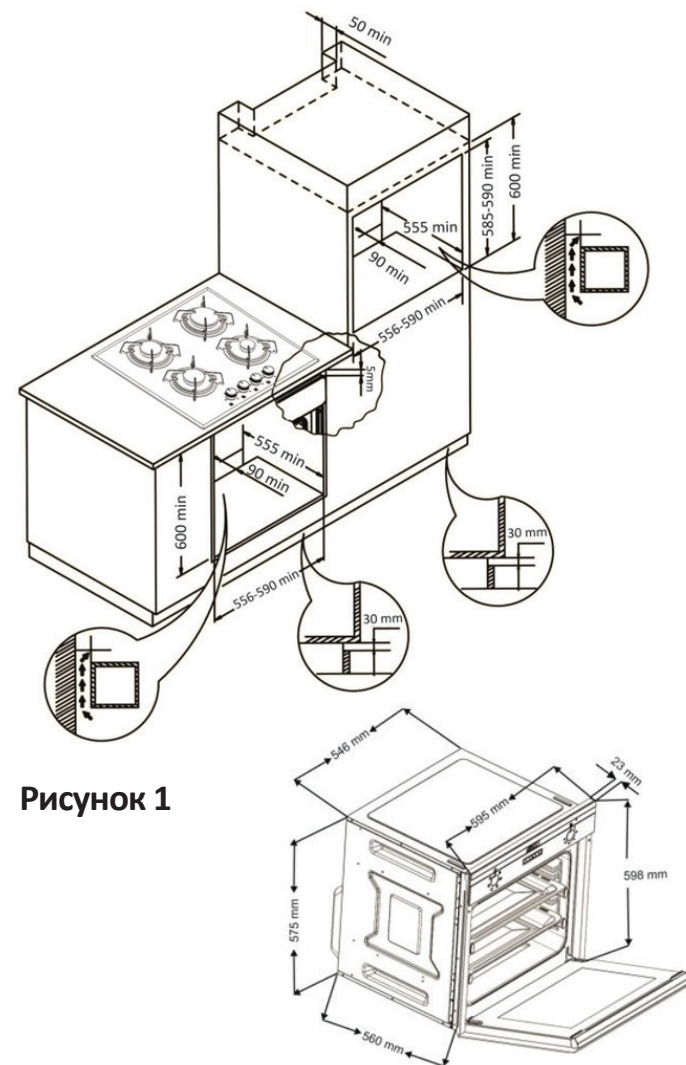

Рисунок 1
- Для обеспечения большей циркуляции воздуха монтаж следует выполнять так, как указано на рис. 1.